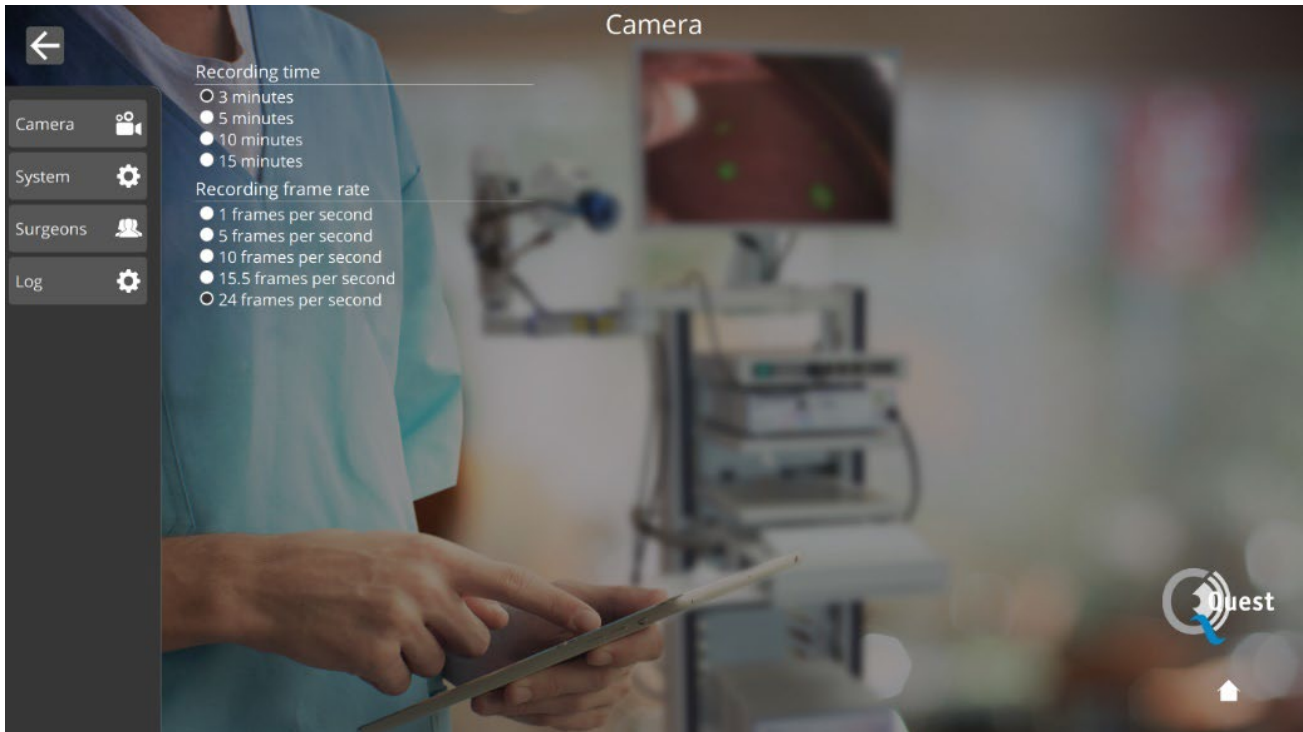

Abbildung 19: Technische Serviceeinstellungen
- Greifen Sie auf die Einstellungen des technischen Personals zu (siehe Abbildung 19 und Abbildung 20 sowie weitere Erläuterungen unten).
Wenn Sie nach Auswahl der Option Technischer Service den richtigen PIN-Code eingegeben haben, wird eine in Abbildung 19 gezeigte Schnittstelle angezeigt. Eine Erklärung zu den Einstellungsoptionen finden Sie unten.